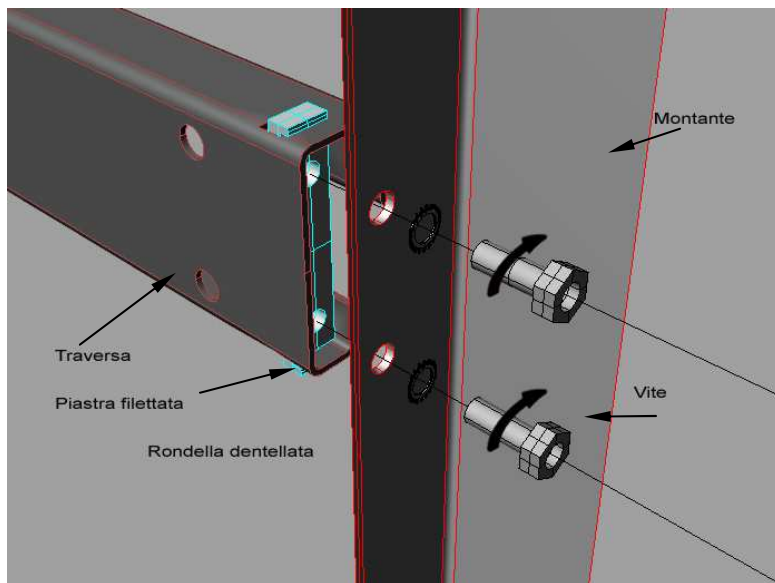

Fig. 5.3
- ✓ Allineare la traversa con la piastra sui fori presenti sul montante e stringere con le viti fornite, ricordandosi di utilizzare le rondelle dentellate antisvitamento. (Fig 5.3)